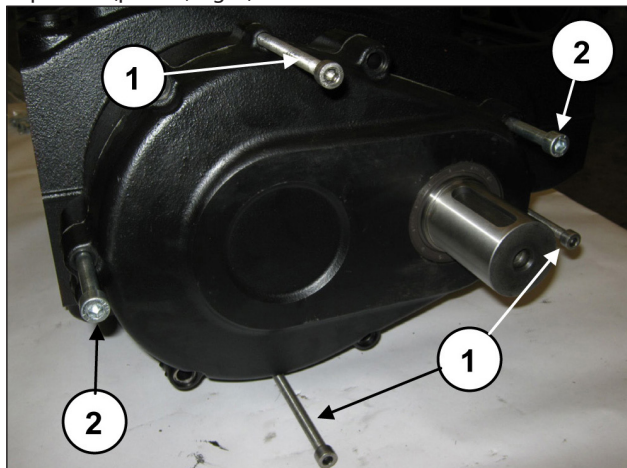

Fig. 5
Posizionare n. 3 grani o viti filettate M8 (pos. ①, Fig. 5) con la funzione di estrattori negli appositi fori e due viti M10 sufficientemente lunghe con la funzione di sostegno coperchio (pos. ②, Fig. 5).